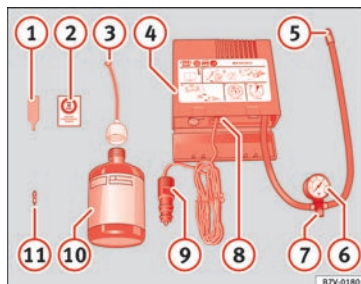

Fig. 96 Représentation standard : contenu du kit antirevaision.
Le kit antirevaision se trouve dans le coffre à bagages, sous le revêtement de plancher. Il inclut les composants suivants » fig. 96 :
Revissez le tuyau de gonflage » fig. 96 ⑤ et vérifiez la pression du manomètre ⑥.